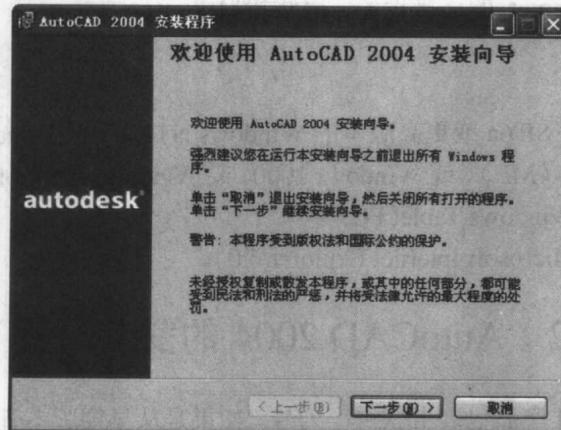

图 1-2 AutoCAD 2004 安装向导
4. 在 AutoCAD CD 浏览器中，单击“安装”选项卡。在“安装”选项卡上的步骤 3 “安装 AutoCAD 2004”下，单击“安装”启动“AutoCAD 2004 安装向导”。如图 1-2 所示。